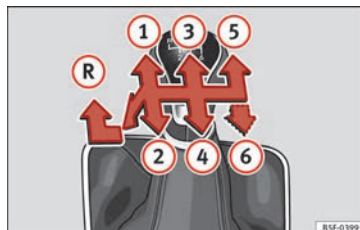

Fig. 37
En la palanca de cambios se indican las posiciones de las marchas » fig. 37.
- Con la palanca de cambios en punto muerto, presiónela hacia abajo, muévala a la izquierda hasta el final y después hacia delante para seleccionar la marcha atrás » fig. 37 (R).